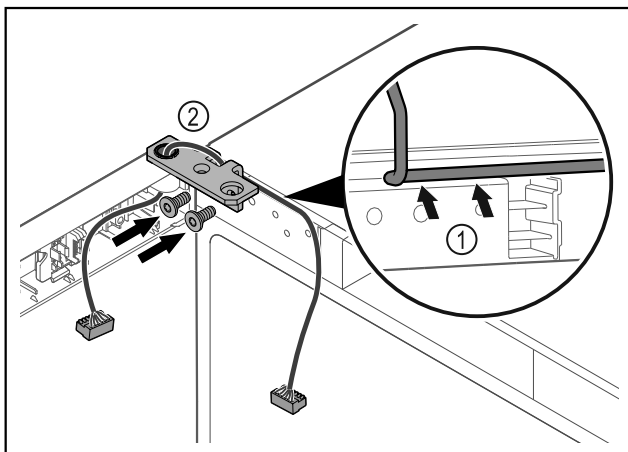

Fig. 62
- Faire passer le câble avec précaution par le trou de l'équerre de charnière Fig. 62 (1).
- Visser l'équerre de charnière Fig. 62 (2).